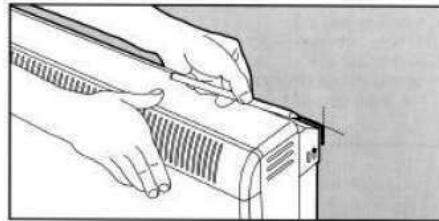

Figura 4
5. Marcar la posición de las dos esquinas exteriores de la tira de fijación mural con el acumulador presionando firmemente contra la pared (Figura 4). Separar el acumulador de la pared y proceder a retirar la tira de fijación quitando el tornillo de cada extremo.